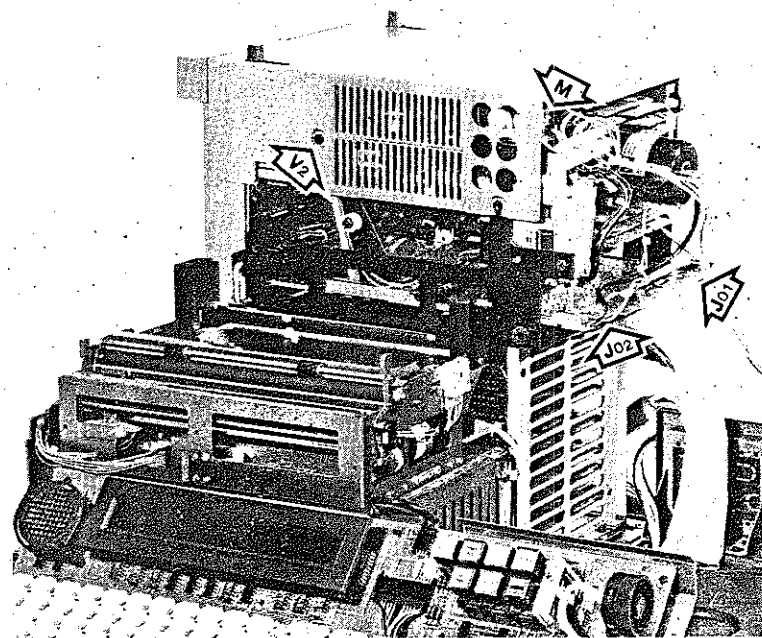

Fig. 4
- Sollevare il Floppy-Disk ed appoggiarlo sul Gruppo Elettronico (Fig. 4)